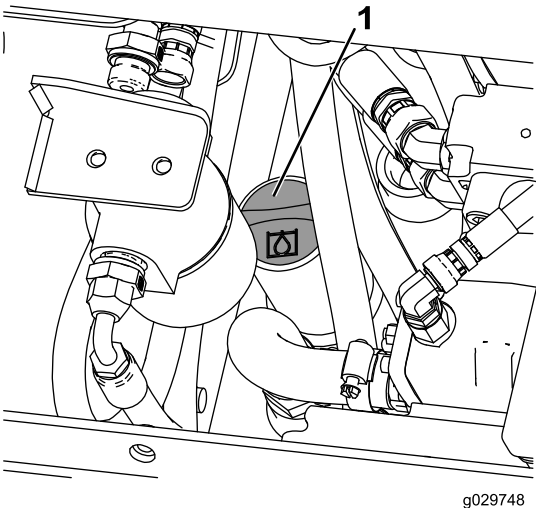

Figura 70
7. Limpie la zona alrededor del cuello de llenado del depósito de aceite hidráulico (Figura 70).